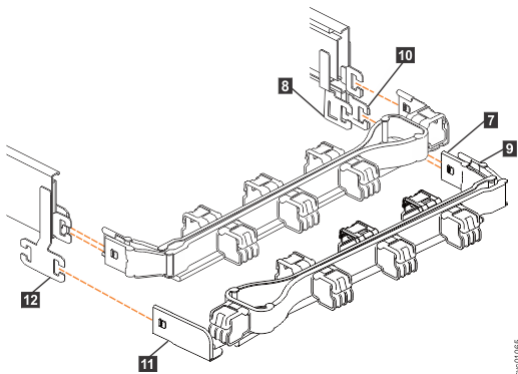

Figura 77. Comparando o local dos componentes dos conjuntos de CMA
Nota: O procedimento para conectar o conjunto de CMA inferior é o mesmo que o procedimento para conectar o conjunto de CMA superior. No entanto, os locais do conector são inversos. Para comparação, Figura 77 na página 69 mostra os conjuntos superior e inferior de CMA, conforme eles são alinhados aos trilhos de suporte. O conector do trilho de suporte do CMA superior é preso ao trilho direito. O conector do trilho de suporte do CMA inferior (11) é preso ao trilho esquerdo.
5. Instale o conector interno do conjunto de CMA inferior (**7**) no membro interno do trilho de suporte direito (**8**), conforme mostrado em Figura 77 na página 69.
6. Instale o conector externo do conjunto de CMA inferior (**9**) no membro externo do trilho de suporte direito **10**, conforme mostrado em Figura 77 na página 69.
7. Prenda o conector do trilho de suporte no conjunto de CMA inferior (**11**) ao conector do trilho de suporte esquerdo (**12**), conforme mostrado em Figura 77 na página 69.